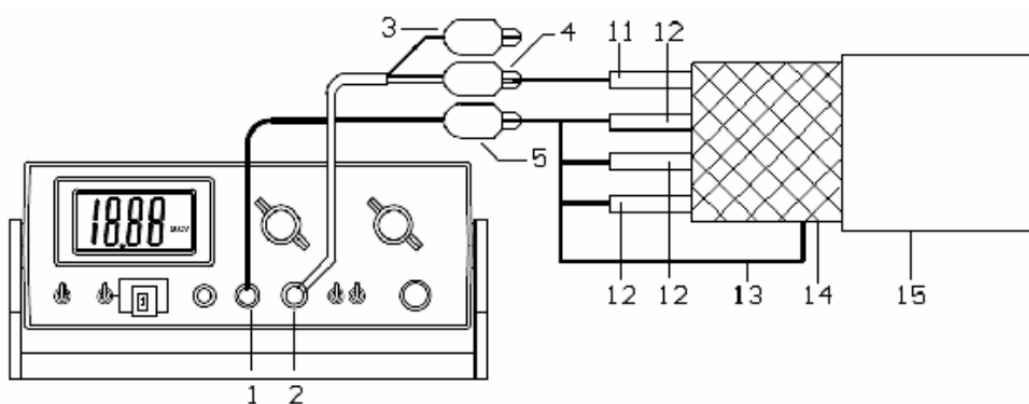

图 8 多芯电缆测量
**4.1.1.3 多芯及有金属外套的电缆绝缘电阻测量：**测量输入端（红）与被测芯线相连，将其它芯线与外套（电缆屏蔽层）连在一起后与仪表的高压端连接，屏蔽端（黑）空置不用，见图 8。